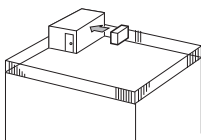

Fig. 2-4
① Anbring udblæsningen, så den vender imod den nærmeste væg og ca. 35 cm fra den. (Fig. 2-4)